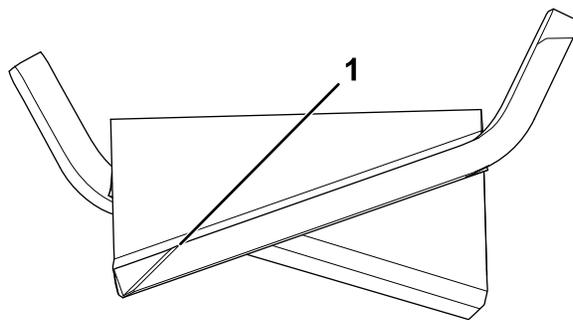

Figura 106
1. Utilice una lima u otra herramienta de afilado para afilar el filo de corte en ambos extremos de la cuchilla (Figura 106).
**Nota:** Si la cuchilla no está equilibrada, rebaje algo el metal en el extremo más pesado de la vela solamente (Figura 106).
**Nota:** Si el conjunto de cuchillas no está equilibrado, rebaje algo el metal en el extremo más pesado de la vela solamente (Figura 106).